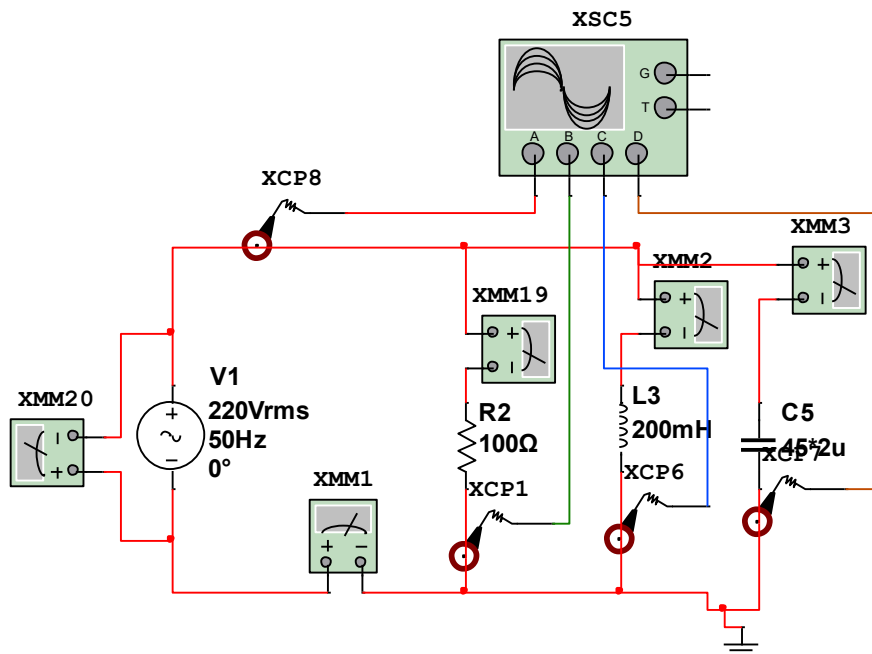

Рисунок 5.1 – Схема паралельного з'єднання R-L-C елементів
1. Зібрати повне паралельне коло рис.5.1.